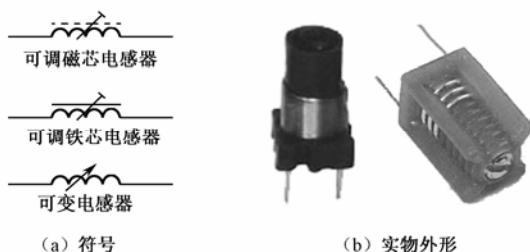

图 3-17 可调电感器
**可调电感器是指电感量可以调节的电感器。**可调电感器电路符号如图 3-17 (a) 所示，常见的可调电感器实物外形如图 3-17 (b) 所示。